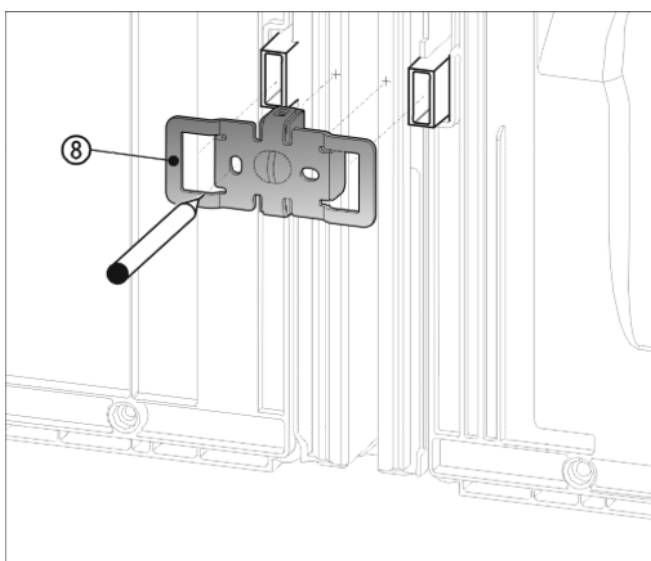

Fig. 10
- ▶ Skub vinklen Fig. 10 (8) med udsparingerne hen over beslaget til vægafstandsholderen